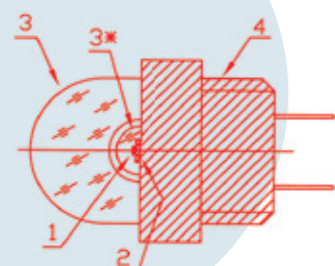

Bild 2
werden (neben den oben beschriebenen 4-er Einheiten) mit Einzeldioden aufgebaut, welche mit Doppellinsentechnologie arbeiten (Bild 2). Ein Emissionselement (1) wird hierbei auf einen Siliziumträger (2) montiert. Die sphärischen Linsen (3 und 3*) bündeln dann die Haupt- und Nebenstrahlung und geben Sie im gewünschten Winkel ab. Die Einzeldioden sind mit einem eigenständigen Heizelement (4) versehen und können mit hohen Strömen betrieben werden, was sehr große Emissionswerte ermöglicht.